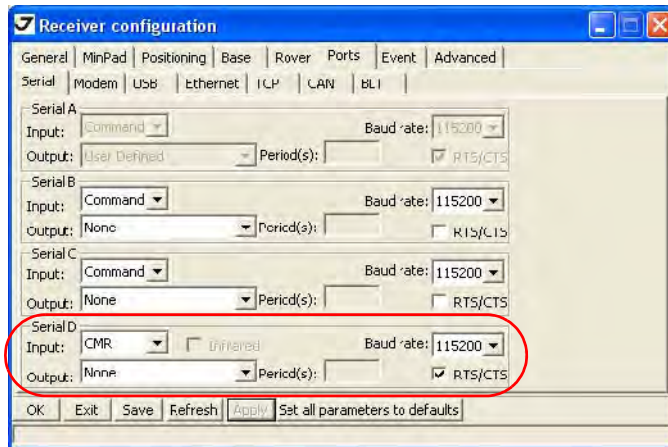

Рисунок 3-14. Ports tab
11. В закладке *Ports* установите *Input* для порта D в CMR, затем нажмите *Apply* и ОК (Рис. 3-14).